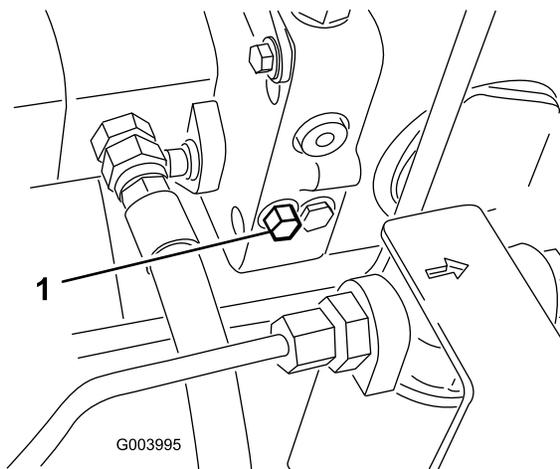

Figura 44
- A válvula de derivação está localizada no lado esquerdo do hidrostato (Figura 44). Rode o parafuso 1-1/2 voltas para abrir para permitir a passagem do óleo internamente. Após este procedimento, torna-se possível deslocar lentamente a máquina sem danificar a transmissão.